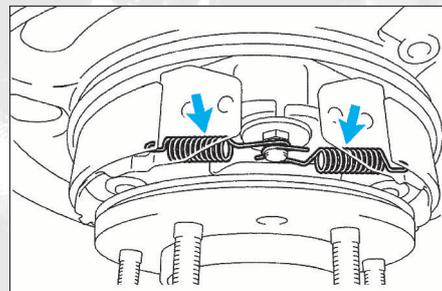

FIG. 15
- Déposer les ressorts (fig. 15) et les différentes pièces de réglage.